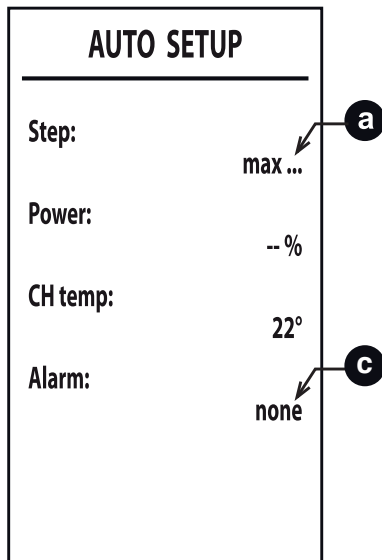

fig. 37
- 6 Dopo l'accensione, il bruciatore si posiziona in riscaldamento alle varie potenze (max, med, min) indicate dal punto **a** (fig. 37). Qualora lo smaltimento termico dell'impianto non fosse sufficiente a far terminare la procedura, si può attivare, **solamente dopo che il bruciatore si è acceso**, una richiesta di Sanitario.
- 8 Qualora la sequenza di accensione descritta al punto "6" non sia andata a buon fine, compare la scritta **max_err** al punto **a** e un codice di errore al punto **c** (fig. 37).